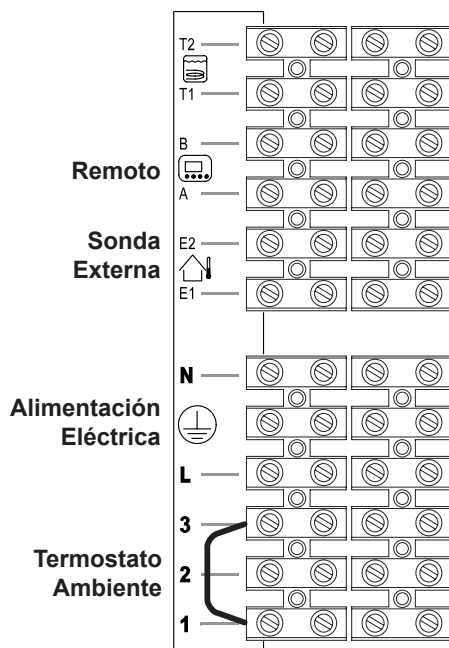
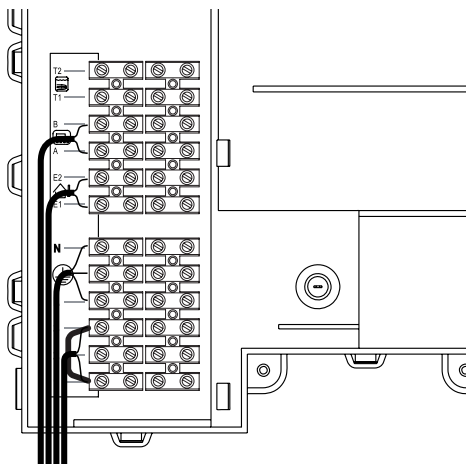

Figura 5.18
Figura 5.19
- Conecte el cable de alimentación eléctrica procedente del interruptor omnipolar a la bornera de alimentación eléctrica de la caldera Figura 5.18 respetando la correspondencia de la línea (hilo marrón) y del neutro (hilo azul claro).
El cable o los hilos de alimentación eléctrica de la caldera y del termostato de ambiente deben seguir el recorrido indicado en la Figura 5.19.
Para conectar un termostato de ambiente use los bornes indicados en la Figura 5.18
Para conectar válvulas de zona use los bornes del termostato de ambiente indicados en la Figura 5.18 y Figura 5.19 Los conductores eléctricos de los contactos del microinterruptor de la válvula de zona deben conectarse a los bornes "1 y 3" de la bornera del termostato de ambiente, como en la Figura 5.19.
El cable o los hilos de alimentación eléctrica de la caldera y del termostato de ambiente deben seguir el recorrido indicado en la Figura 5.19
Los hilos de conexión de la sonda externa deben seguir el recorrido indicado en la Figura 5.19.
El cable del control remoto debe seguir el recorrido indicado en la Figura 5.19.